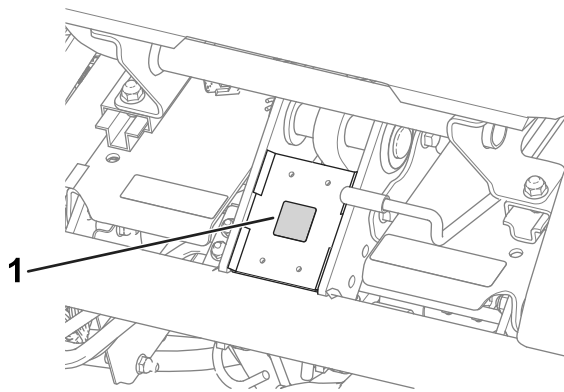

図 15
- CE マークデカルを、運転席前下のフレーム部分に貼り付ける **図 15**。